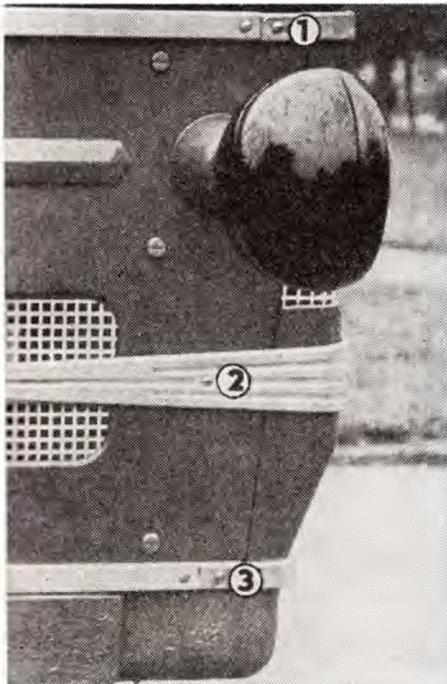

Abb. 25
1. Eine Schraube M 5 der oberen Leiste (Abb. 25/1) auf der rechten und eine auf der linken Seite sind abzumontieren und die Leiste ist abzunehmen.
2. Die Mutter M 4 des Fabriktypenschildes ist auszusrauben. Auf der rechten und linken Seite sind zwei Schrauben M 5 der mittleren Leiste (Abb. 25/2) abzuschrauben und die Leiste ist abzunehmen.
3. Eine Schraube M 5 der unteren Leiste (Abb. 25/3) auf der rechten und linken Seite sind abzuschrauben und die Leiste ist abzunehmen.